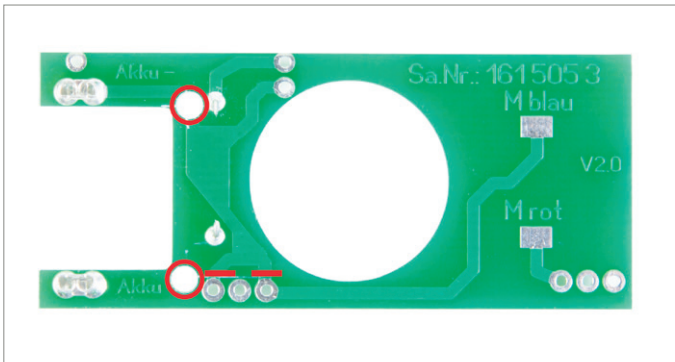

Abb. 32: Leiterbahnen durchtrennen auf Universalplatine, Akkus gesteckt
- ▶ Durchtrennen Sie auf der Oberseite der Universalplatine zwei der Leiterbahnen mit einem Bastelmesser entsprechend Abb. 32.
- ▶ Durchbohren Sie auf der Unterseite der Universalplatine die Leiterbahnen mit einem Bohrer oder Stabfräser entsprechend Abb. 32.